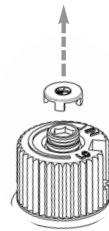

Fig. 1
- 9) Enlevez à la main le bouchon de protection noir de la poignée Hi-Low. (Fig. 1)